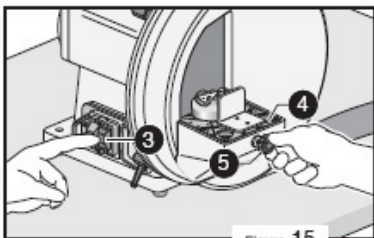

Figura 15
Figura 15: Após concluir a instalação do aparelho (ver Capítulo 6) e o posicionamento do modelo sobre a superfície de apoio (4), através do botão de regulagem (5), deve-se ativar o botão verde de **ATIVAÇÃO** (3) do interruptor geral para dar início ao trabalho.